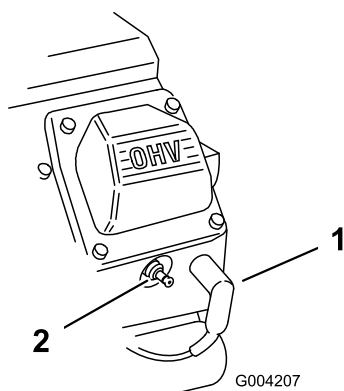

Рисунок 166
3. Наденьте провода свечей зажигания на свечи (Рисунок 166).